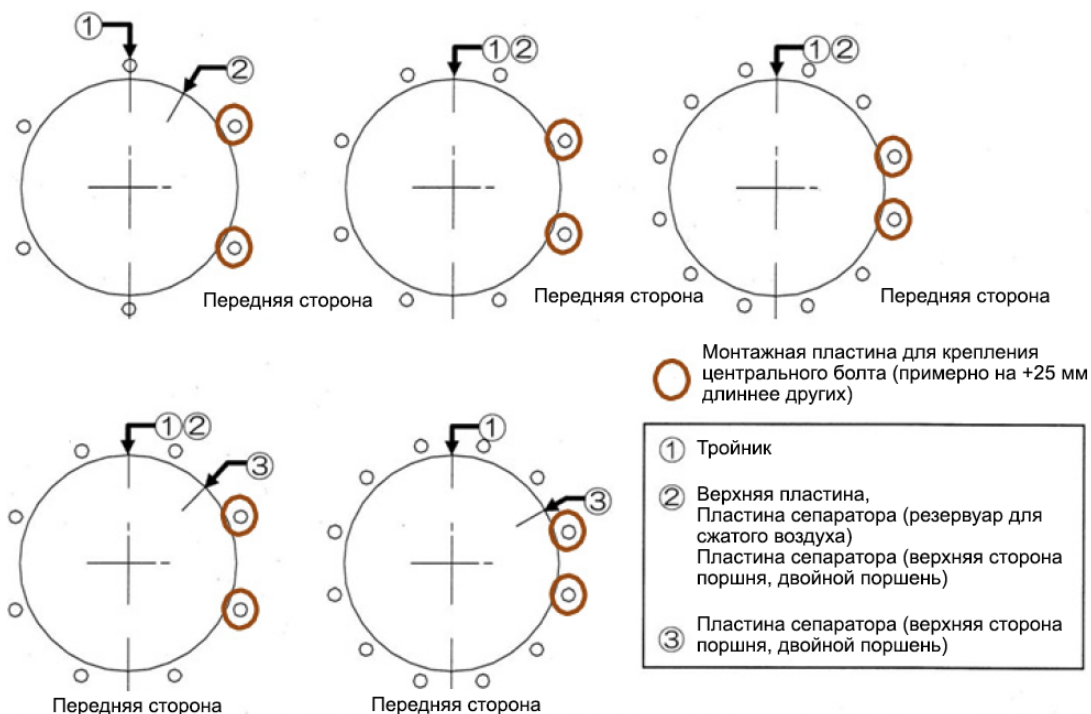

Рисунок 13 – Позиционирование центральных болтов
7. Установите на место гильзу цилиндра (14) и верхнюю площадку (17), перемещая детали только в осевом направлении. Нанесите на внутреннюю поверхность гильзы цилиндра силиконовую смазку.
8. Проверьте правильность подключения линий подачи сжатого воздуха. Вставьте центральные болты в отверстия верхней площадки и тройника. Установите пружинные шайбы, наживите гайки и без усилий затяните их рукой. Установите пружинные шайбы снизу тройника и затяните гайки рукой. Убедитесь, что положение центральных болтов (примерно на 25 мм длиннее остальных) для пластины крепления принадлежностей, если есть, соответствует Рисунок 13.